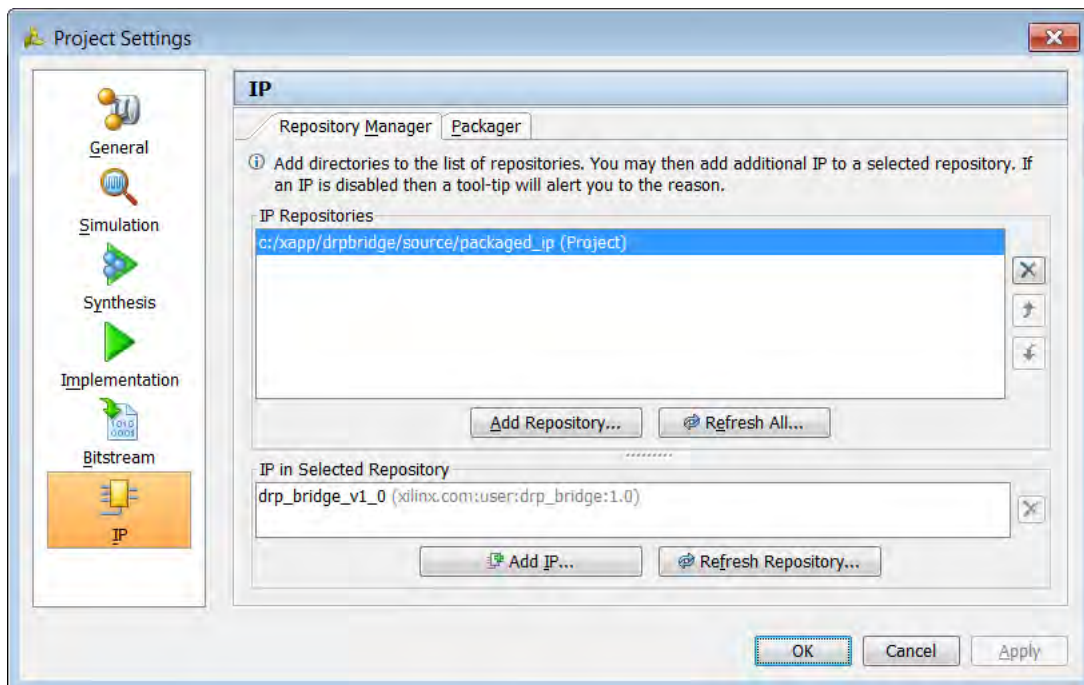

図 10 : IP をリポジトリに追加
2. **[Project Settings]** ダイアログ ボックスで packaged_ip ディレクトリを選択します (図 10)。